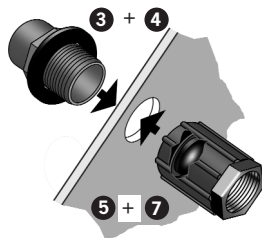

Abb. 12
- Gewinde in Innenseite Behälter und mit Gewindemuffe verbinden (in Sitz Rückschlagklappe (Abb. 12)).
- Pumpe anschließen (Abb. 12)